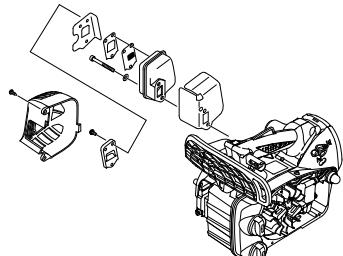

Fig. 40
**Cleaning the muffler (Fig. 40)**